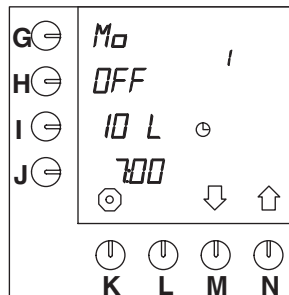

Fig. 12 Standaard voorgeprogrammeerde instelling
- Hierna verschijnt de eerstvolgende voorgeprogrammeerde tijdsinstelling in het display (fig. 12).
- Hierna verschijnt de eerstvolgende tijdsinstelling in het display (fig. 12).